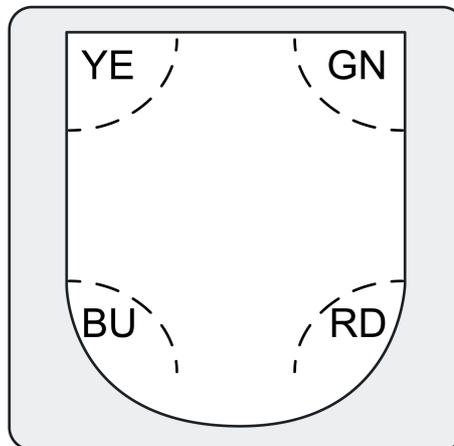

Figure 7: LED d'état
Derrière la fenêtre du capteur (4) se trouvent des LED d'état qui indiquent l'état de fonctionnement actuel (figure 7).